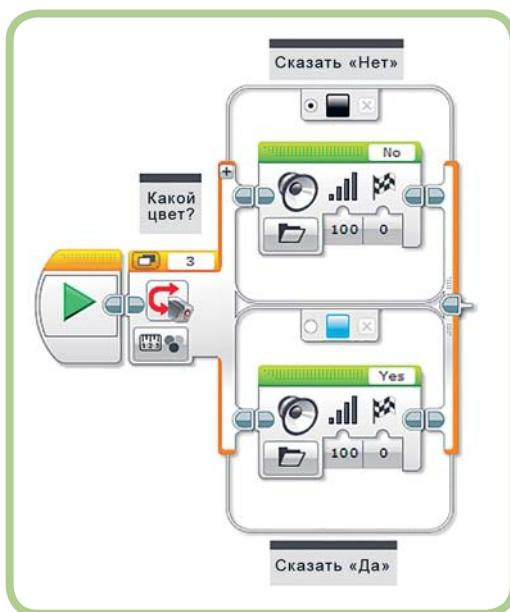

Рис. 5.21. Итоговая версия программы *IsItBlue*
8. Выбери вариант “Yes” в списке Звуковые файлы LEGO (LEGO Sound Files) ⇒ **Связь** (Communications) для этого блока. Программа должна выглядеть как на рис. 5.21.